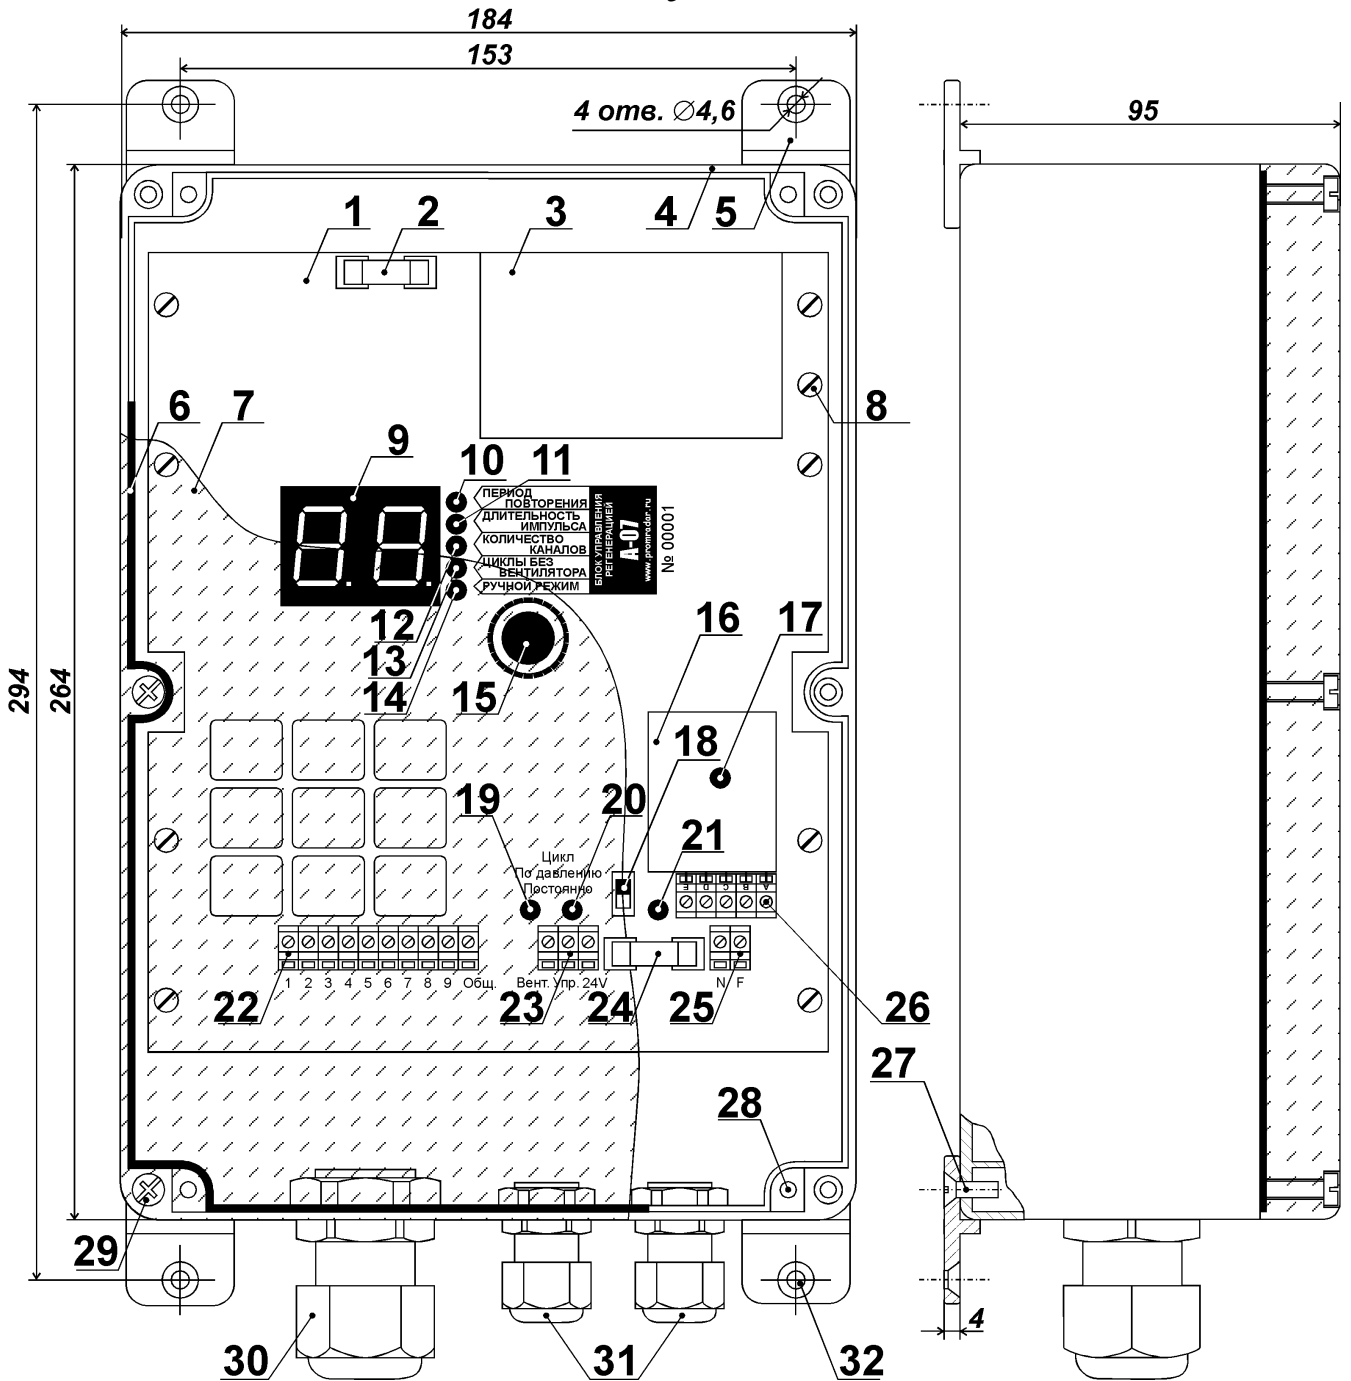
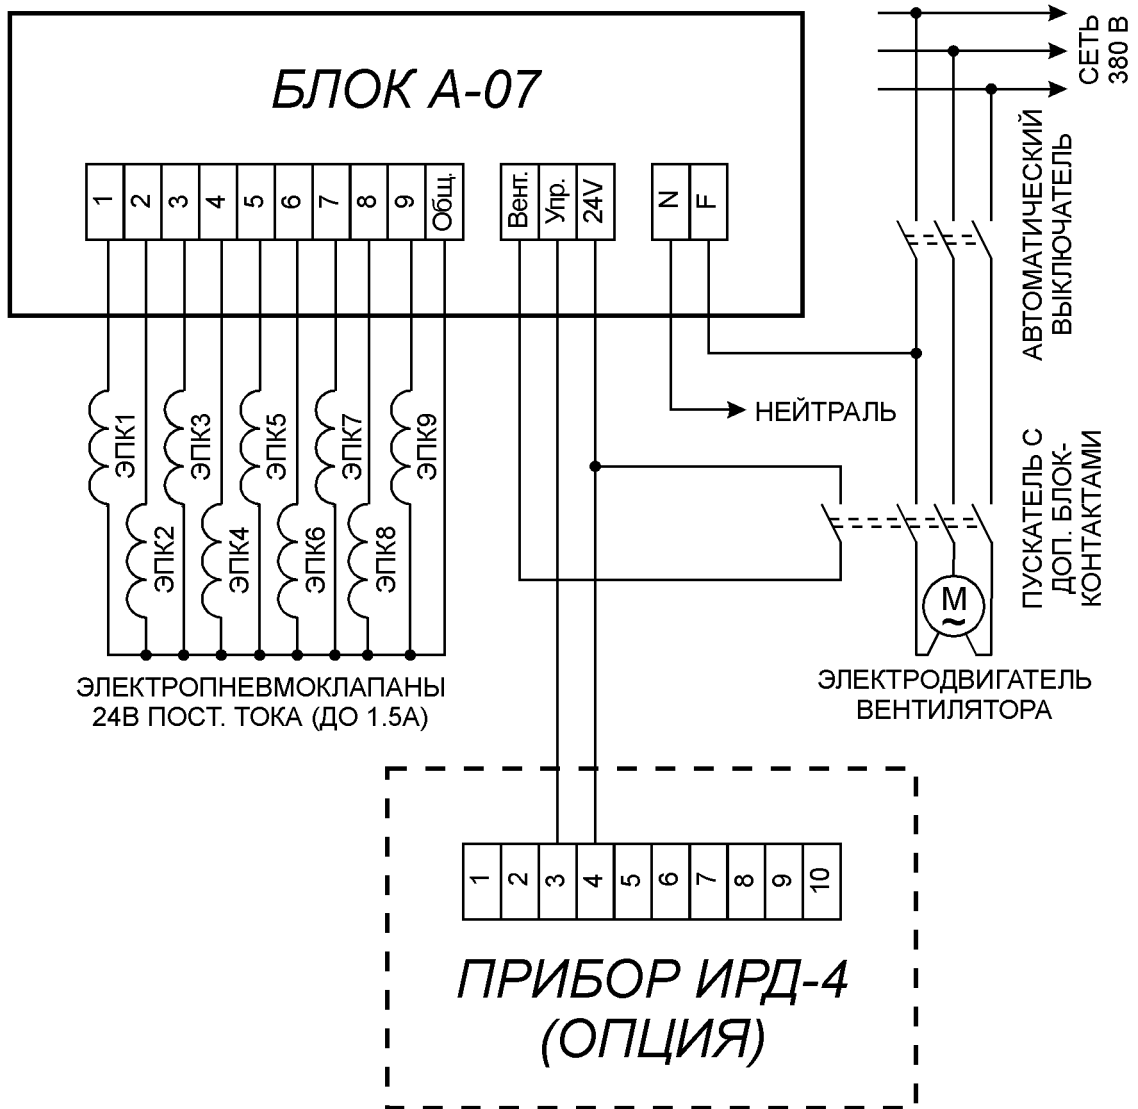

Рис. 1. Конструкция блока А-07.
Рис. 2. Схема подключения блока А-07.
Конструкция блока показана на рис. 1. Электрическая схема блока собрана на печатной плате [поз. 1], которая саморезами [поз. 8] закреплена в корпусе [поз. 4].
Четыре крепёжные пластины [поз. 5 на рис. 1] устанавливаются снаружи и притягиваются к корпусу блока специальными винтами [поз. 27 на рис. 1]. Винты вворачиваются в отверстия [поз. 28 на рис. 1] на пластиковом дне корпуса с помощью отвёртки. Момент затяжки винтов должен обеспечивать надёжную фиксацию крепёжных пластин и не допускать их разрушения.
6.2. Блок устанавливается на стену (колонну) и должен быть надёжно закреплён. Монтаж блока ведётся с помощью винтов М4 или саморезов диаметром до 4,5 мм, вставляемых в четыре крепёжные отверстия [поз. 32 на рис. 1].
6.4. Схема подключения блока приведена на рис. 2. Управляющие провода ЭПК подключаются к клеммам «1» - «9» (при количестве каналов – 9) клеммного ряда [поз. 22 на рис. 1]. Если число рукавов или картриджей воздушного фильтра меньше 9, то для подключения ЭПК необходимо использовать соответствующее количество клемм блока, начиная с клеммы «1».
6.5. Общий провод ЭПК подключается к клемме «Общ.» клеммного ряда [поз. 22 на рис. 1].
6.6. Клеммы «Вент.» и «24В» клеммного ряда [поз. 23 на рис. 1] подключаются к вспомогательным блок-контактам пусковой аппаратуры вентилятора. При работающем вентиляторе эти блок-контакты должны замыкаться между собой.
6.7. При наличии внешнего прибора ИРД-4, контролирующего уровень запылённости фильтра, клемма «24В» клеммного ряда [поз. 23 на рис. 1] должна также подключаться к клемме № 4 прибора ИРД-4, а клемма «Упр.» – к его клемме № 3.
7.1. После подачи сетевого напряжения блок ожидает включения вентилятора, отображая «0» на цифровом табло [поз. 9 на рис. 1].
7.2. После включения вентилятора, если переключатель «Режим» [поз. 18 на рис. 1] находится в положении «По давлению», ожидание продолжается до получения от прибора ИРД-4 разрешения на начало регенерации. После его получения, а также при другом положении переключателя «Режим» включается светодиод [поз. 20 на рис. 1] и блок начинает формирование управляющих импульсов со следующими (заводскими) установками:
В процессе работы, когда индикаторы [поз. 10 - 14 на рис. 1] не горят, на цифровом табло [поз. 9 на рис. 1] отображается номер канала (выходной клеммы блока), в который будет выдан очередной импульс управления ЭПК.
7.3. Для изменения установленных параметров следует нажать на энкодер [поз. 15 на рис. 1]. При каждом нажатии последовательно включается один из светодиодов [поз. 10 - 14 на рис. 1], указывая на то, какой из параметров может быть изменён. Текущее значение параметра отображается на цифровом табло [поз. 9 на рис. 1]. Увеличение введённого значения осуществляется поворотом энкодера по часовой стрелке, а уменьшение - против. Ввод в память блока изменённых параметров происходит при очередном нажатии на энкодер, либо при отсутствии каких-либо воздействий на него в течение 5 секунд (кроме работы в «Ручном режиме»).
7.4. При первом нажатии на энкодер загорается индикатор «Период повторения» [поз. 10 на рис. 1] и цифровое табло отображает текущий период повторения управляющих импульсов (в секундах). При вращении энкодера значение на табло меняется от 2 до 99 сек. с шагом в 1 сек.
При следующем нажатии на энкодер загорается индикатор «Длительность импульса» [поз. 11 на рис. 1] и табло показывает текущую продолжительность управляющих импульсов (в сотых долях секунды). При вращении энкодера значение на табло меняется от 3 до 99 с шагом 1, что соответствует длительности импульса от 0,03 до 0,99 сек. с шагом в 0,01 сек.
При очередном нажатии на энкодер загорается индикатор «Количество каналов» [поз. 12 на рис. 1] и на табло выводится число управляемых ЭПК. При вращении энкодера значение меняется от 1 до 9 с шагом 1. На тех клеммах блока, номера которых больше установленного значения, управляющие импульсы формироваться не будут. Введённые изменения вступают в силу только после завершения текущего цикла регенерации.
После ввода количества каналов нажатие на энкодер включает индикатор «Циклы без вентилятора» [поз. 13 на рис. 1]. При вращении энкодера значение на табло меняется от 1 до 9 с шагом 1. После получения сигнала об остановке вентилятора блок закончит текущий цикл, а затем выдаст управляющие импульсы на каждый подключённый ЭПК заданное количество раз.
Следующее нажатие на энкодер включает светодиод «Ручной режим» [поз. 14 на рис. 1]. В этом режиме управляющие импульсы выдаются только на один ЭПК, номер которого выводится на цифровое табло. Этот режим работы предусмотрен для диагностики неисправностей в катушках ЭПК. Выход из режима производится нажатием на энкодер.
| При срабатывании светодиода [поз. 17 на рис. 1] светодиод [поз. 21 на рис. 1] не загорается. | | |
| Перегорает предохранитель [поз. 24 на рис. 1] | | |